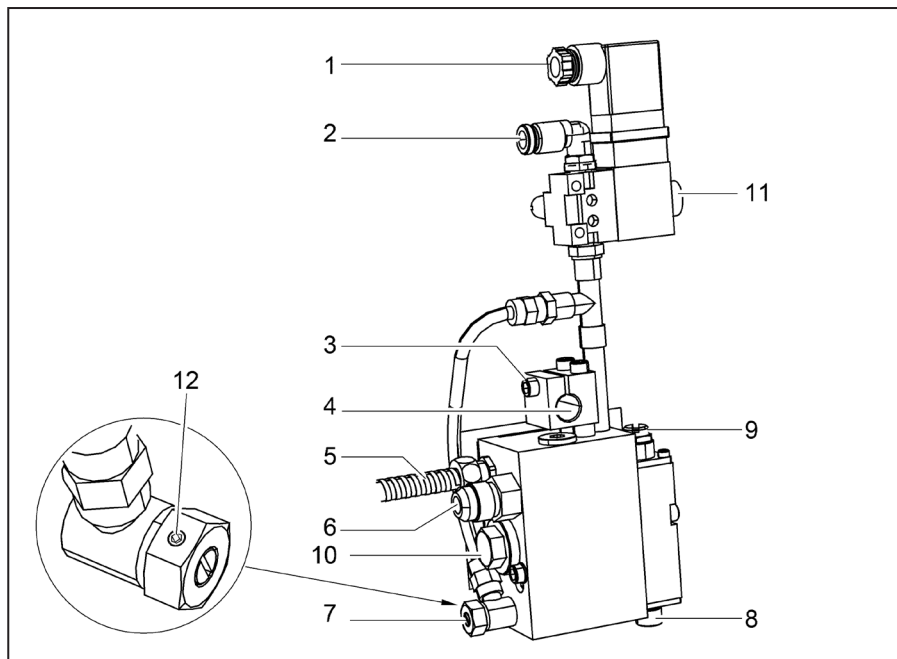

Bild 2: Anschlüsse
1. Schraube (Bild 2/3) mit einem Innensechskant-Schlüssel lösen.
2. Die Öffnung (Bild 2/4) der Klammer über die Halterungsstange 12 mm Ø schieben.
4. Schraube (Bild 2/3) festziehen.
3. Den Stecker des Kabels für die Ansteuerung des Magnetventils (Bild 2/1) aufstecken.
5. Den Steckverbinder am Ende des Kabels (Bild 2/5) mit dem Gegenstecker am heizbaren Schlauch verbinden.
Verbinden Sie die Druckluftzufuhr (Schnellkupplung PK 6) mit dem Anschluss (Bild 2/2).
3. Heizbaren Schlauch mit Anschluss (Bild 2/6) mit Gabelschlüssel (SW 17 oder SW 19) verschrauben. Dabei am Auftragskopf mit Gabelschlüssel SW 18 kontern.
- Konterschraube (Bild2/12) mit Innensechskant 1,5mm lösen.
- Einstellschraube für die Sprühluftmenge (Bild2/7) durch Linksdrehung ganz öffnen (Schlitzschraube).
- Magnetventil manuell ansteuern (Bild2/11), so dass Klebstoff austritt
- Feineinstellung der Sprühluftmenge mit Einstellschraube (Bild2/7) vornehmen
- Einstellschraube für die Sprühluftmenge (Bild2/7)
- Düsendurchmesser (Bild2/8)